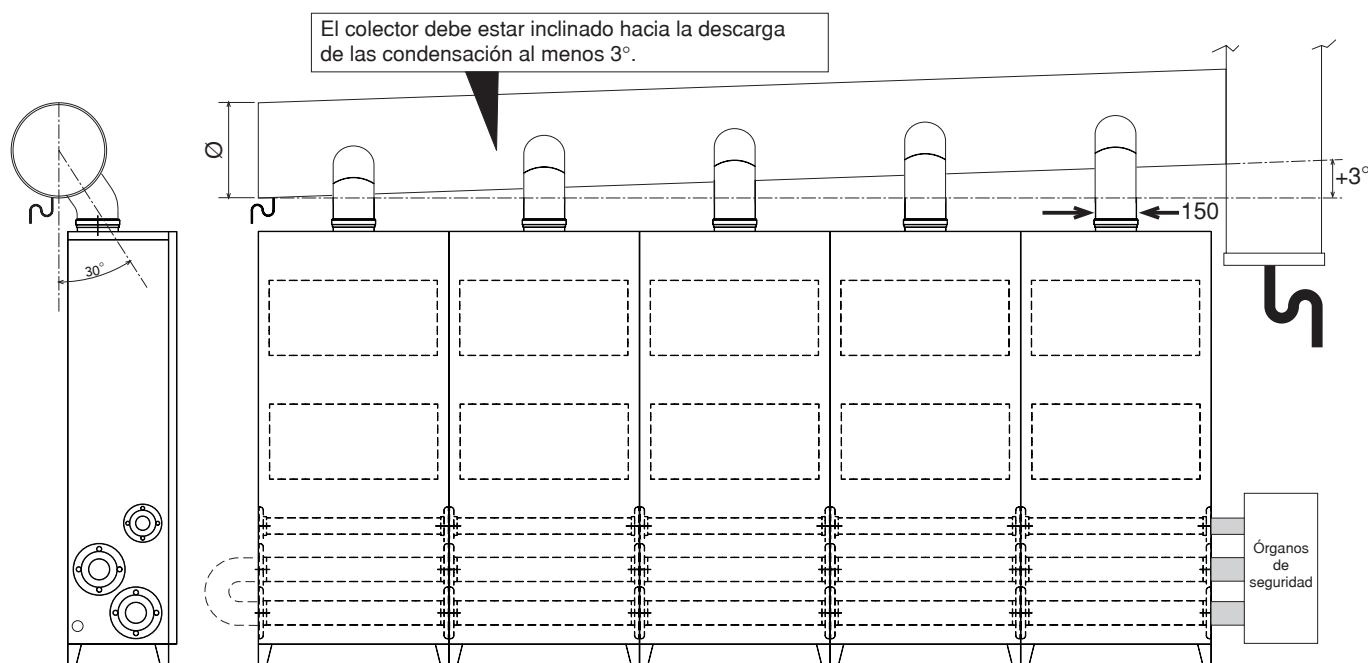

fig. 11
- Para la conexión de varios módulos en cascada, hay que conectar las salidas de los humos (\varnothing 150) de cada módulo como se muestra en la figura, respetando los diámetros del colector y de la chimenea indicados en la tabla de la derecha. El empalme de las chimeneas en el colector debe realizarse con una inclinación de 3° aproximadamente con respecto a la vertical (fig. 11).